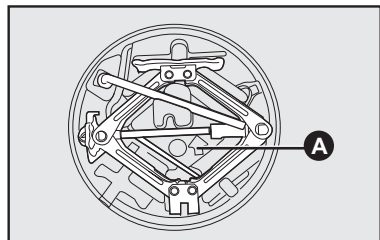

fig. 12
13) Guarde el crique y la llave de rueda en los alojamientos específicos en el soporte **fig. 12**. El portaherramientas debe ser colocado con la flecha **A-fig. 12** apuntada hacia el sentido de marcha del vehículo.